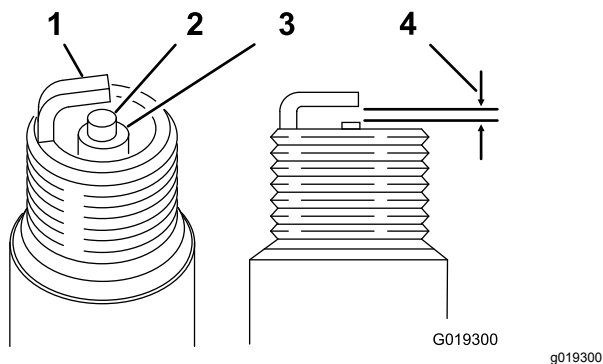

Figura 34
Distanza: 0,70 a 0,80 mm; fate riferimento a Figura 34
3. Impostate la distanza fra gli elettrodi tra 0,70 e 0,80 mm (Figura 34).